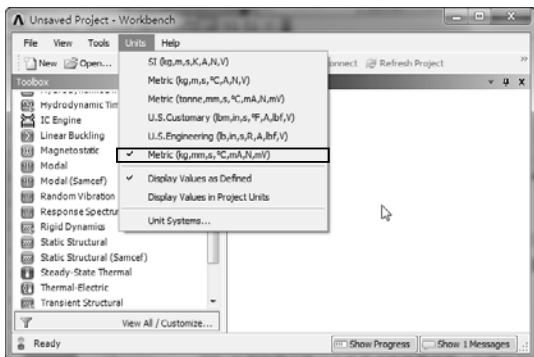

图 10-37 设置分析单位
2) 选择【Units】|【Metric (kg,mm,s,°C,mA,N,mV)】命令,设置分析单位,如图 10-37 所示。